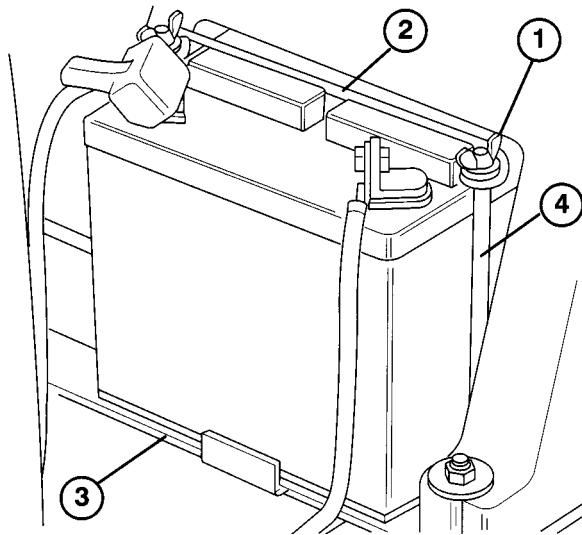

Bild 1
2. Die Flügelmuttern und Scheiben entfernen, mit denen die Batterieklemme an den Batteriegewindeschrauben abgesichert wird und die Batterie von der Maschine entfernen. Die Füllkappen von der Batterie abschrauben und jede Zelle langsam befüllen, bis die Säure soeben über den Batterieplatten steht. (Bild 1).